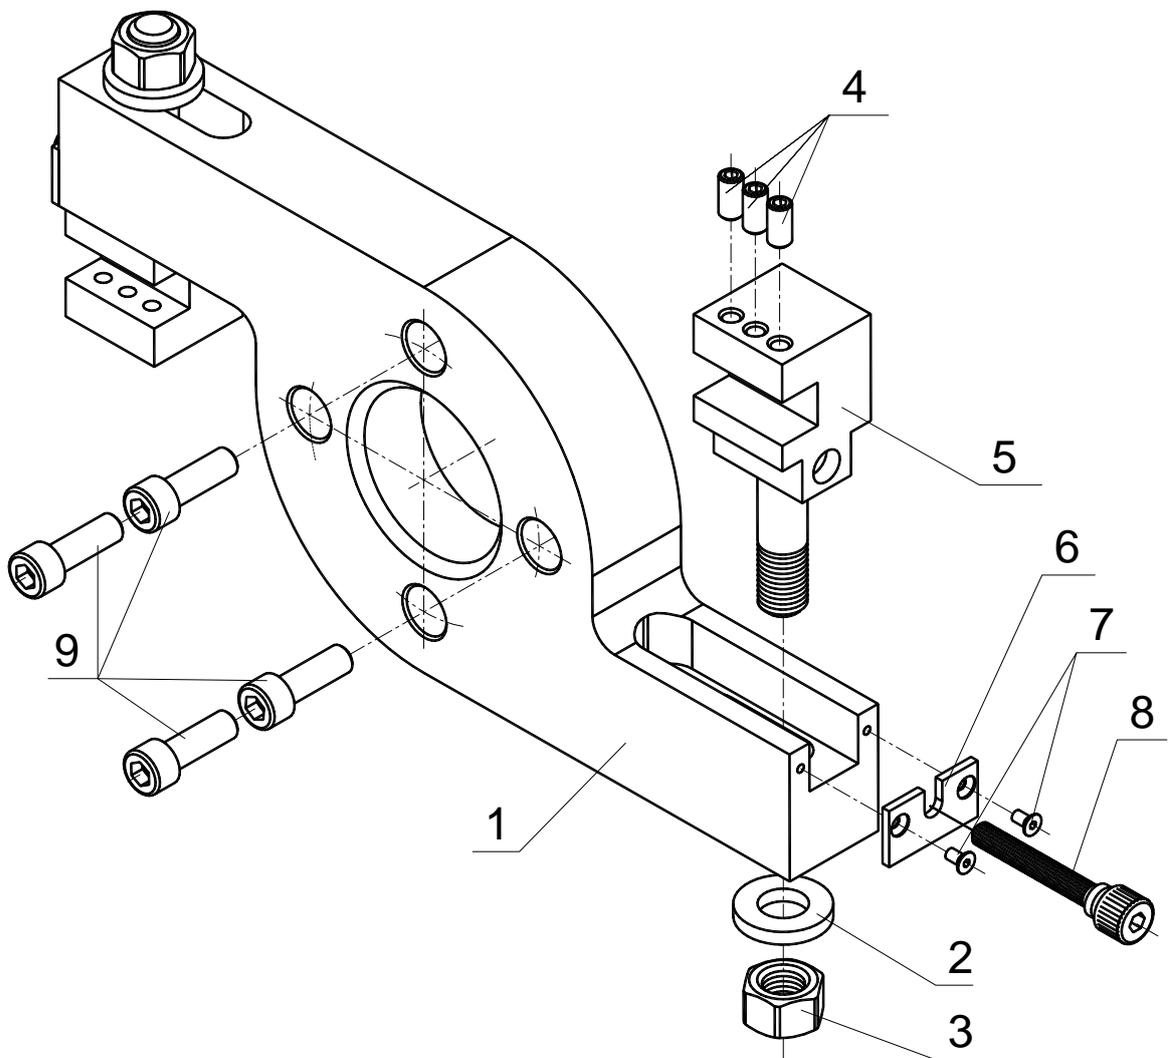

Рис. 3. Резцедержатель в сборе М325.60.03.02.00
8. Выбрать необходимые резцы (см. п. 6 «РЕЗЦЫ К МАШИНЕ «МАНГУСТ-325-Электро») и закрепить их винтами 4 (рис. 3 „Приложение”) в каретках 5.